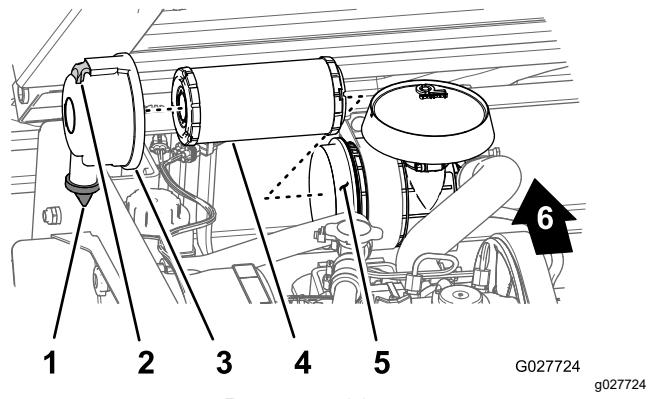

Рисунок 28
- Проверьте корпус воздушного фильтра на наличие повреждений, которые могли бы вызвать утечку воздуха (Рисунок 28).
- Потяните защелку наружу и поверните крышку воздушного фильтра против часовой стрелки (Рисунок 28).
- Во избежание излишнего запыления соблюдайте осторожность при извлечении фильтрующего элемента из корпуса воздушного фильтра (Рисунок 28).
1. Очистите канал для выброса грязи, расположенный в крышке воздушного фильтра (Рисунок 28).
2. Извлеките из крышки резиновый выпускной клапан, очистите полость и замените выпускной клапан (Рисунок 28).
3. Вставьте элемент в корпус воздушного фильтра, нажимая на наружный обод элемента, чтобы посадить его в корпус воздушного фильтра (Рисунок 28).
4. Совместите крышку воздушного фильтра с его корпусом, при этом резиновый выпускной клапан должен быть обращен вниз (в положении приблизительно между «5 и 7 часами», если смотреть с торца), как показано на Рисунок 28.
5. Закрепите крышку на корпусе фиксаторами (Рисунок 28).